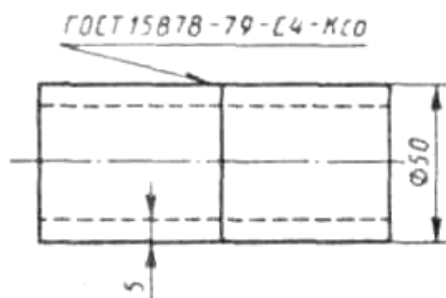

Рис. 43
2. Начертите и опишите циклограмму процесса стыковой сварки оплавлением. Объясните, за счет чего происходит процесс сварки труб (рис. 43) из стали марки Ст3. Производство массовое. Укажите подготовку заготовок под сварку. По площади сечения свариваемых заготовок выберите тип машины и укажите ее технические данные. По значениям j (А/мм²) и p (мН/мм²) определите сварочный ток и усилие осадки. Определите установочную длину с учетом припуска на оплавление и осадку и время сварки изделия. Укажите возможные дефекты и причины их возникновения.